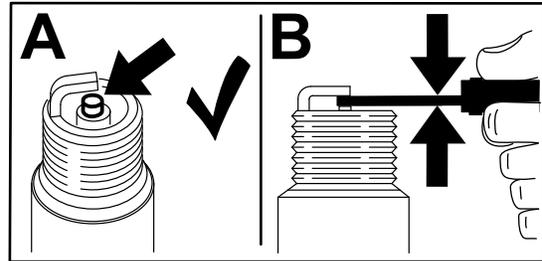

**Bild 50**
4. Lokalisieren und entfernen Sie die Zündkerze(n) wie in **Bild 50** abgebildet.